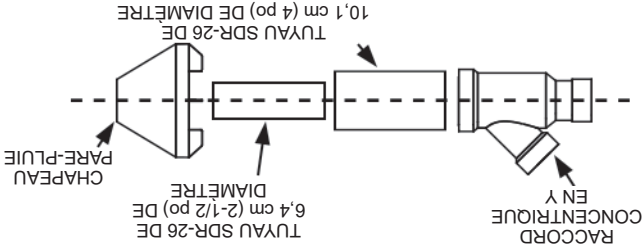

Figure 29. Dimensions de l'extrémité concentrique pour évacuation de 2 po
- A. Coller le raccord concentrique en Y sur le tuyau de grand diamètre du nécessaire, voir *Figure 29* (page 35).
- B. Coller le chapeau pare-pluie sur le tuyau de petit diamètre du nécessaire. Voir *Figure 29* (page 35).